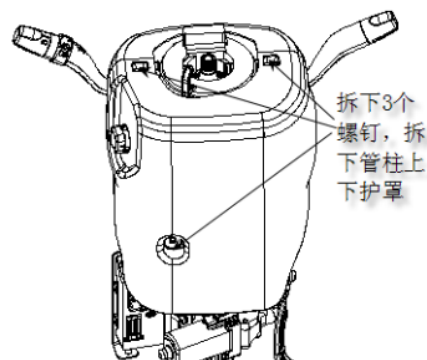

图 4-5
①用十字起松开下护罩的三个安装螺钉，然后分离上下护罩。如图4-5所示。